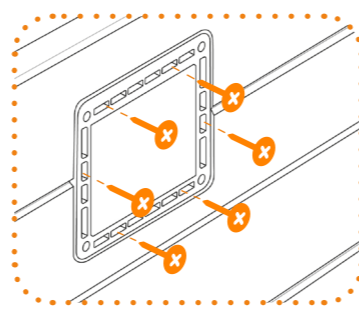

Fig. 16
- Et fixé avec la référence vis $\varnothing 0.4 \times 40$ incluses dans le colisage article (fig.16)